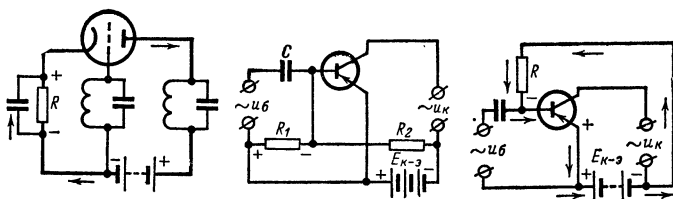

Рис. 57. Так в ламповой схеме создается сеточное смещение за счет падения напряжения на резисторе  $R$ , введенном в цепь катода.
Н. — Действительно, напряжение сеточного смещения создается источником анодного напряжения; анодный ток вызывает падение напряжения на резисторе  $R$  (рис. 57), включенном в цепь катода, в результате чего последний становится положительным по отношению к сетке или, иначе говоря, сетка становится отрицательной по отношению к катоду... Поступают ли так же в схемах с транзисторами, создавая падение напряжения на резисторе, установленном на пути коллекторного тока?
**Н.** — Обратную связь можно создать, включив между катодом и отрицательным полюсом источника анодного напряжения резистор  $R_o$ , без блокировочного конденсатора (рис. 60, а). За исключением этой детали, схема совпадает с нарисованной мною в прошлый раз схемой сеточного смещения на резисторе в цепи катода (рис. 57). Но эта «небольшая деталь» все изменяет. Теперь, если под действием усили-